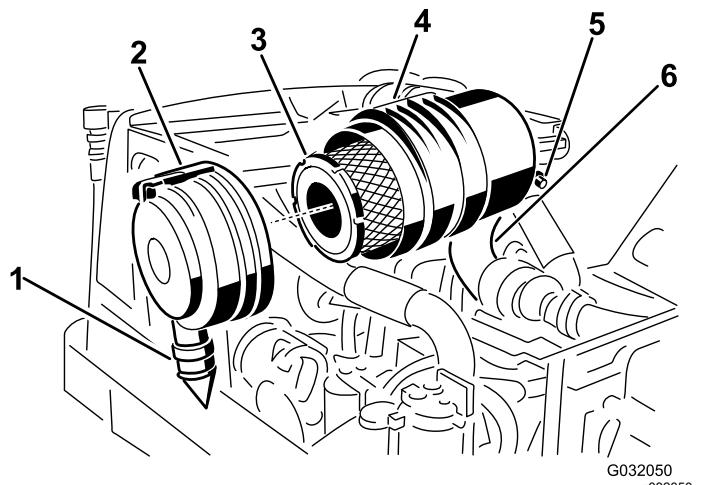

図 47
| 1. 安全フィルタ | 3. 主フィルタを交換する図 47。 |
| 6. カバーについているゴム製のアウトレットバルブを外し、内部を清掃して元通りに取り付ける。 | 7. アウトレットバルブが下向き後ろから見たとき、時計の5時と7時の間にようにカバーを取り付けてラッチを掛ける図 47。 |
2. 主フィルタを外す図 47。